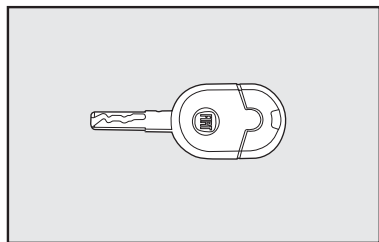

fig. 1
CHAVES - fig. 1
- Duas chaves **fig. 1**
A chave **fig. 1** de uso normal no veículo é usada para:
A chave de ignição tem predisposição para instalação de telecomando a distância **fig. 1**.